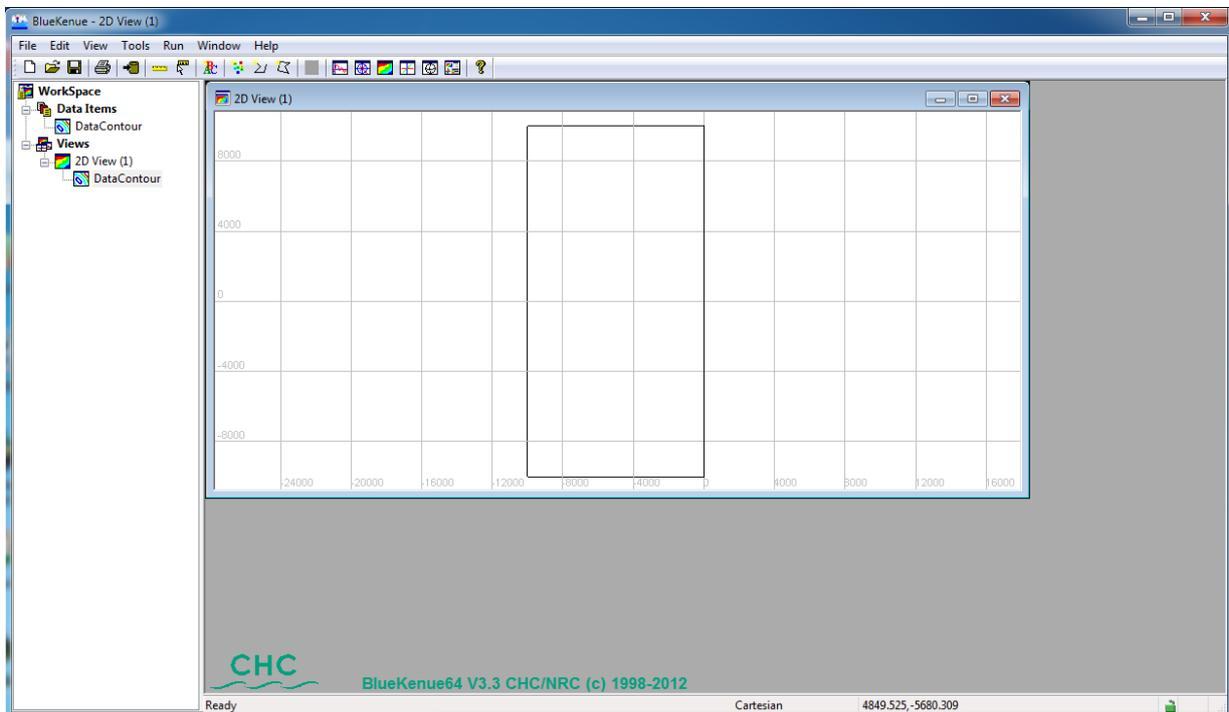

FIGURE 1.2 – Vue 2D du contour de la zone d'étude
- Pour visualiser le contour (Fig.1.2), sélectionnez *DataContour* dans la zone d'arborescence *Data Item*, puis glissez-déposez l'objet, sur *2D View (1)* dans la zone *Views*.